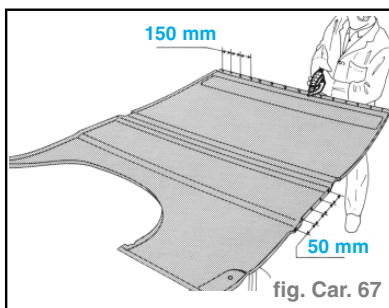

fig. Car. 67
- avec un outil ad hoc, effectuer des trous comme illustré. (fig. Car. 67)